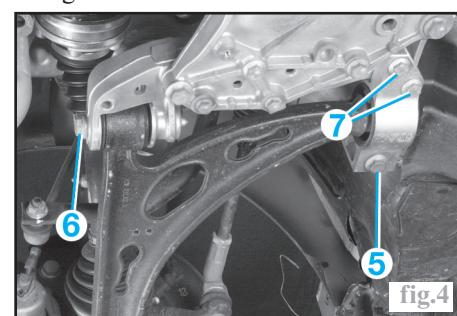

fig.4
Déposer et remplacer la vis (5) par l'outil T 10 1096 et le serrer à 2 daN.m (Fig.4).